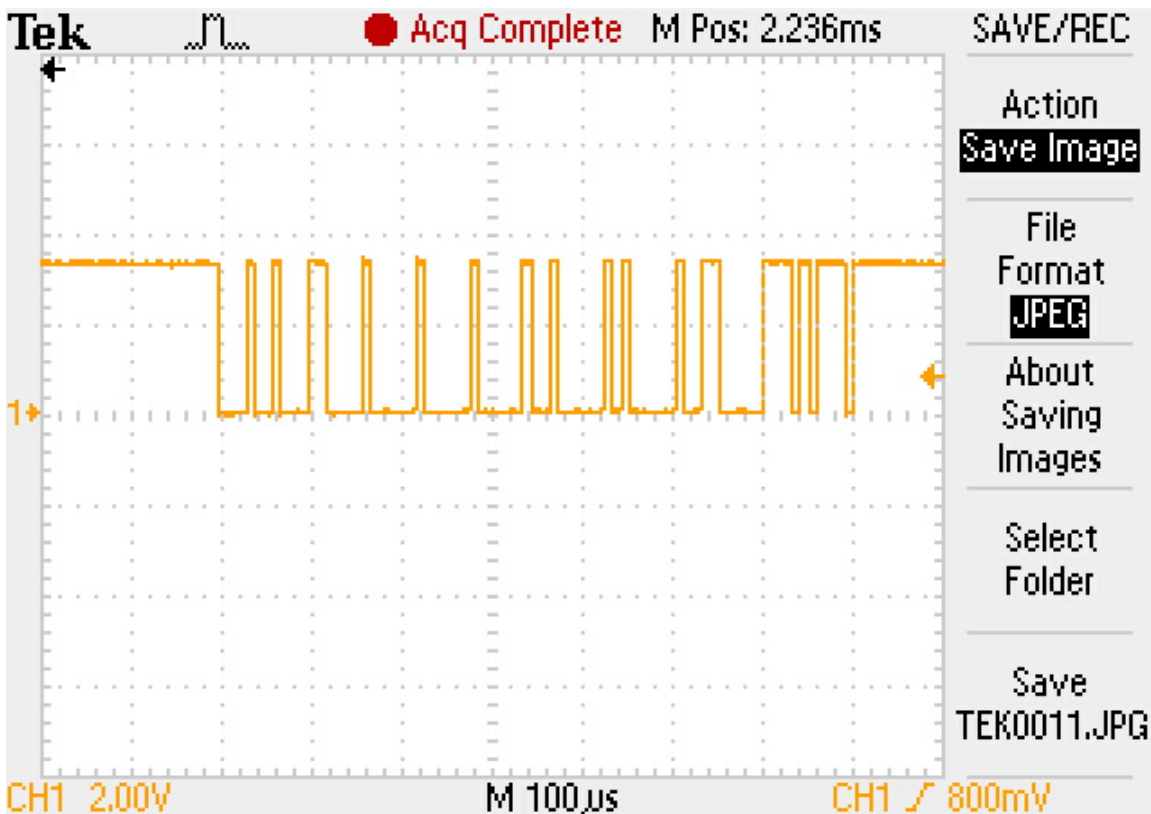

图 12 K60 CAN发送引脚波形图
- 在K60的CAN TX引脚检测到的正常的波形图如图 12所示。